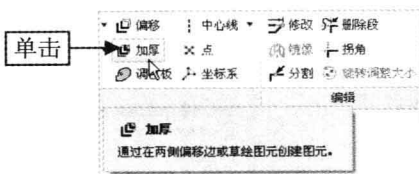

图 2-108 单击“加厚”按钮
Step 02 在“功能区”选项板的“草绘”选项卡中,单击“草绘”面板中的“加厚”按钮,如图 2-108 所示。